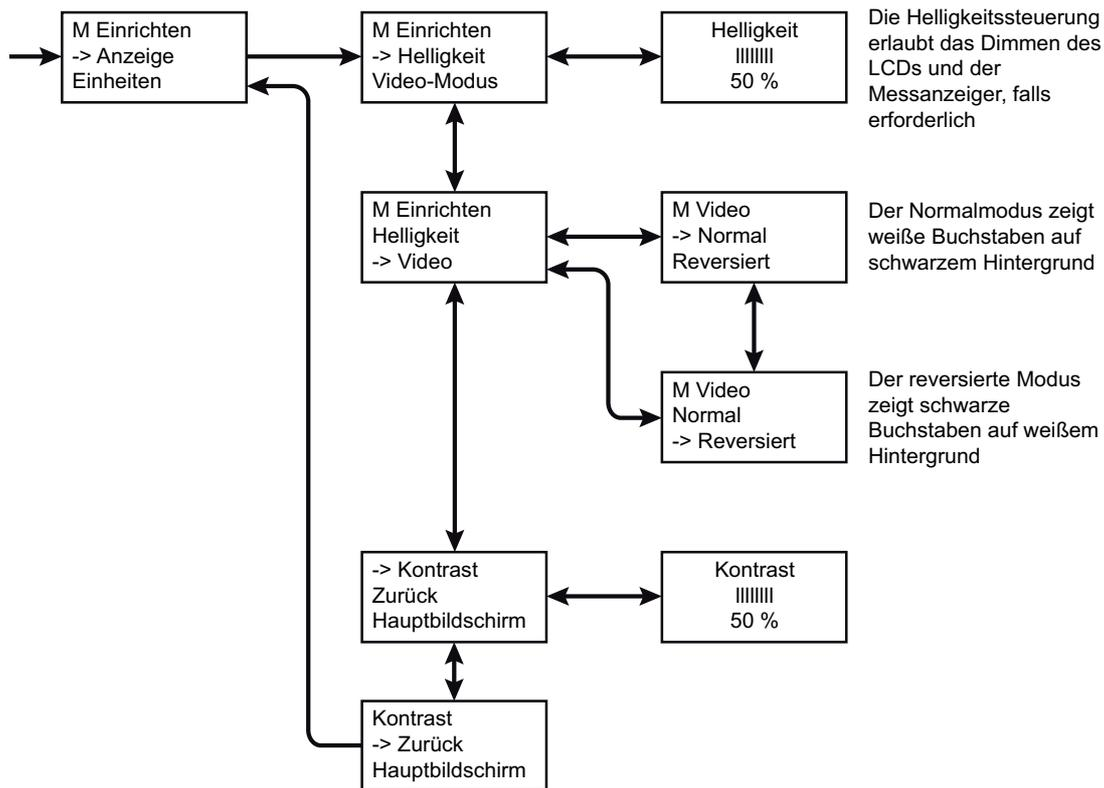

Abbildung 7
4. Wählen Sie mithilfe der Schaltflächen OBEN oder UNTEN die erwünschte Anzeige-Einstellung aus und drücken Sie zwecks Auswahl die Schaltfläche EINGABE. **Siehe Abbildung 7.**